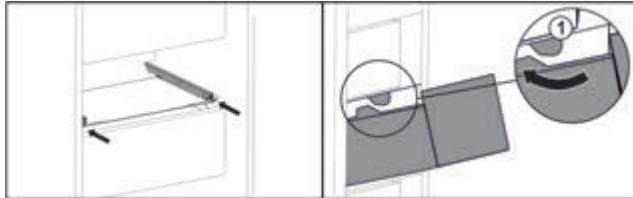

Fig. 100
- Обвести висувний ящик навколо стопора Fig. 100 (1).